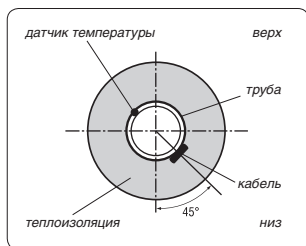

Рис. 2. Положение кабеля на трубе при монтаже
- 2а. Допускается крепление кабеля на трубу с помощью пластиковых хомутов. На горизонтальных трубах нагревательный кабель рекомендуется крепить к нижней части трубы, под углом 45° (рис. 2).
На горизонтальной трубе датчик устанавливается в верхней части трубы, не соприкасаясь с нагревательным кабелем (рис. 2).